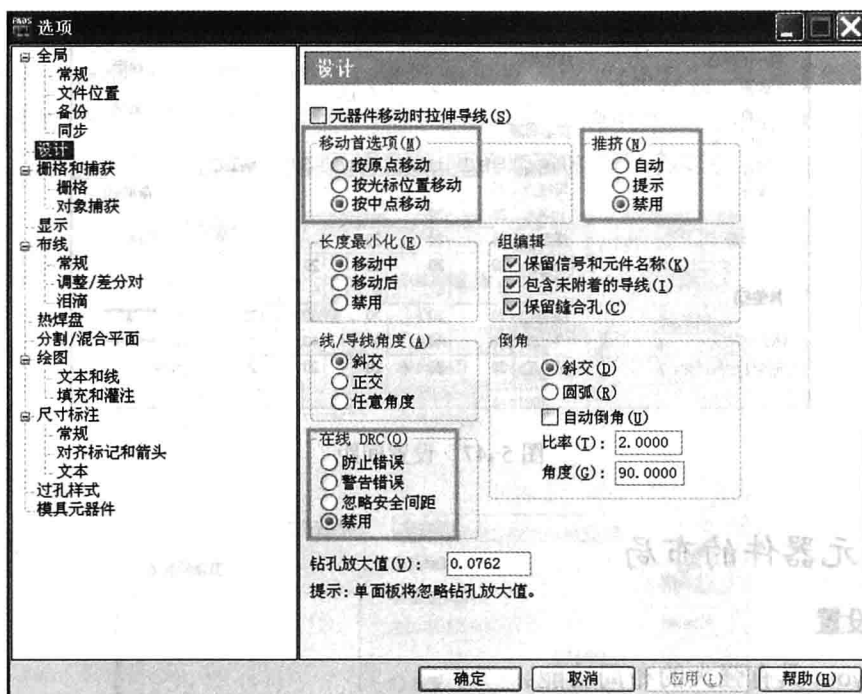

图 5-50 移动元器件首选项参数设置
(2) 移动元器件首选项参数设置。执行菜单命令【工具】→【选项】, 打开“选项”对话框, 选择“设计”标签页, 按照图 5-50 所示进行设置。
(3) 栅格设置。可以在全局参数中设置, 也可以利用无模命令“g”和“gd”设置设计和显示栅格。